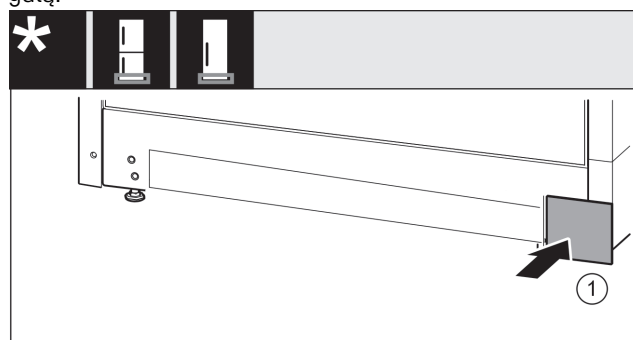

Fig. 19
- ▶ Vėl uždėkite dengiamąją plokštelę Fig. 19 (1) kitoje pusėje.